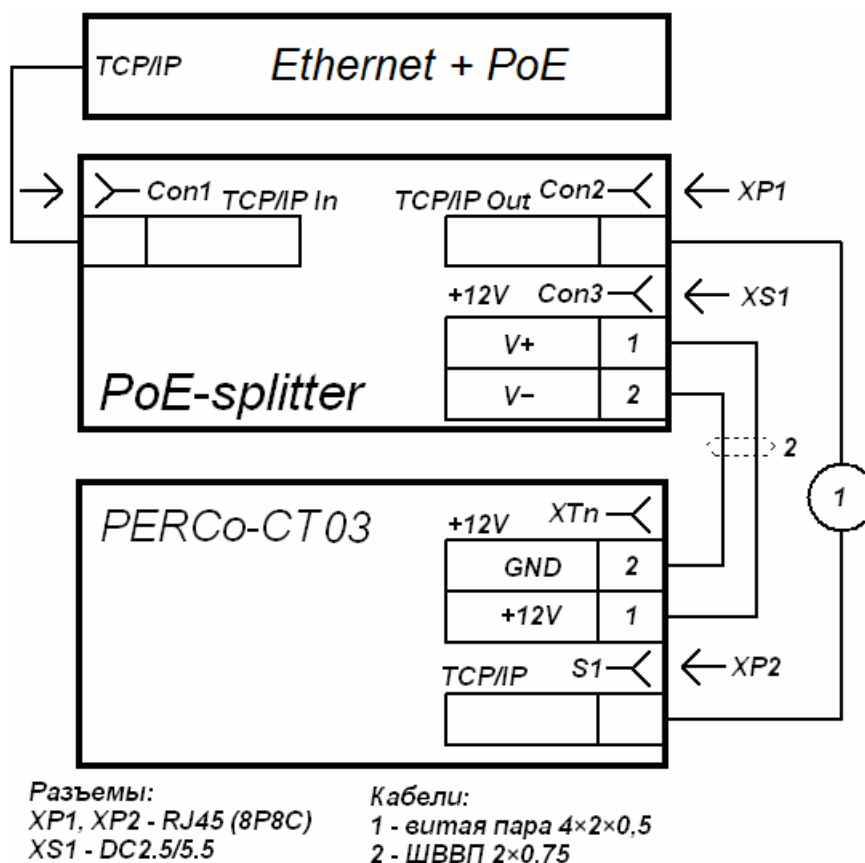

Рисунок 15. Схема подключения контроллера ЭП
3. Подключите цепь питания контроллера ЭП к разъему **Con3** сплиттера. Схема подключения приведена на рис.15 (штекер для подключения к разъему входит в комплект поставки сплиттера).